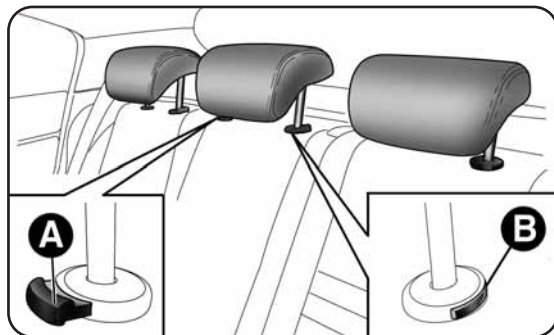

fig. 27
- appuyer sur les boutons A -fig. 27, puis extraire les appuis-tête en les tirant vers le haut.